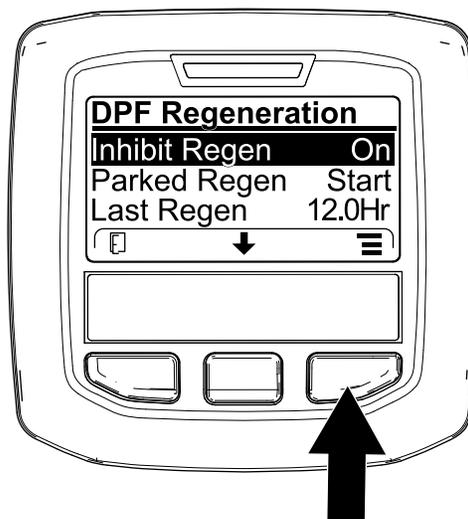
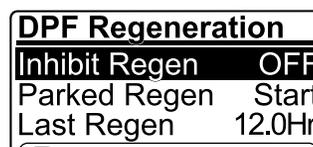

図 42
図 43
1. DPF Regeneration メニューで、中央ボタンを押して再生禁止 INHIBIT REGEN オプションに移動し、右ボタンで中に入る 図 42。
2. 右ボタンを使って、設定を ON から OFF 図 42 または OFF から ON に変える 図 43。